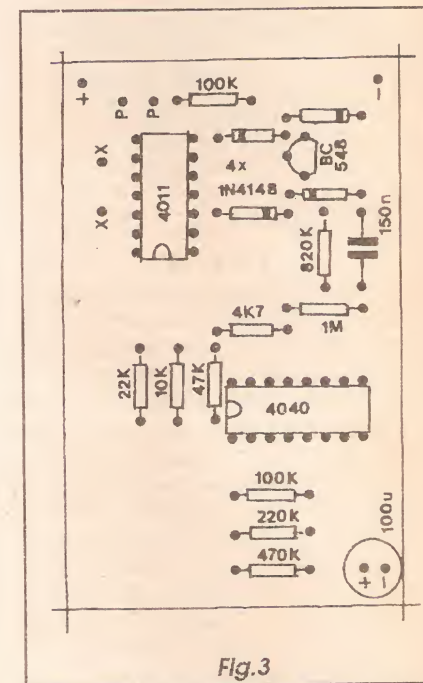

Fig.3
- FIG. 3 - CHAPEADO DA MONTAGEM - O diagrama traz a face não cobreada da placa, já com a maioria dos componentes do circuito devidamente posicionados, identificados pelos seus códigos, valores, polaridades e outros detalhes identificatórios importantes... Observar, principalmente, a orientação das extremidades marcadas dos dois integrados, a posição do lado *chato* do transistor, o direcionamento das extremidades de *catodo* (contendo uma faixa ou anel em cor diferente...) dos quatro diodos, bem como a polaridade indicada dos terminais do capacitor eletrolítico... Quanto aos resistores, seus valores deverão ser previamente *lidos* com precisão, usando-se o *velho* Código de Cores (quem não souber, ou tiver esquecido, pode recorrer ao TABELÃO APE, outro imprescindível encarte permanente da sua Revista...), para que sejam corretamente posicionados na placa... Recomen-